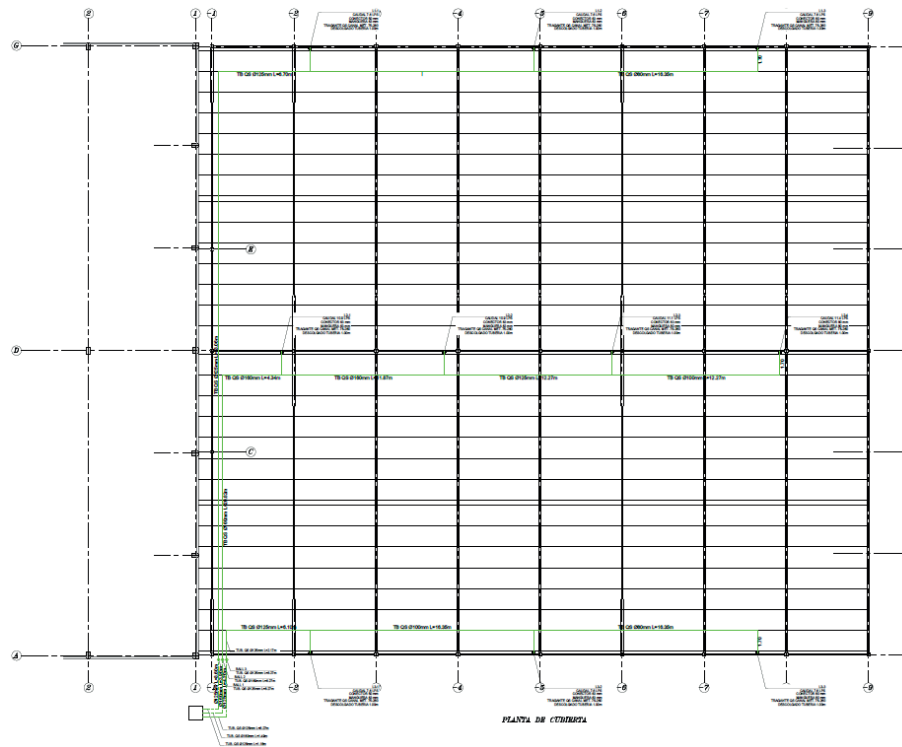

Figura 8. Localización de bajantes y tragantes.
3. Conociendo el número de tragantes y la separación entre estas, se procede a localizarlas. En la Figura 8 se puede observar la localización de tragantes y bajantes para la cubierta de nuestro ejemplo.